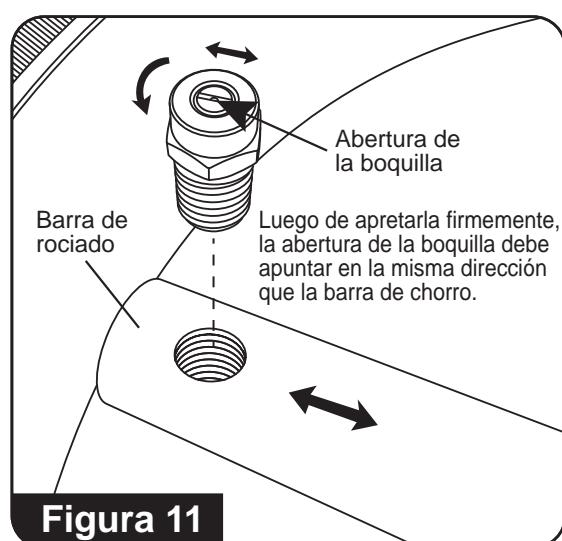

Figura 11
7. Vuelva a instalar las boquillas en la barra de rociado. Apriete firmemente. Alinee la abertura de la boquilla, como se muestra en la **figura 11**.